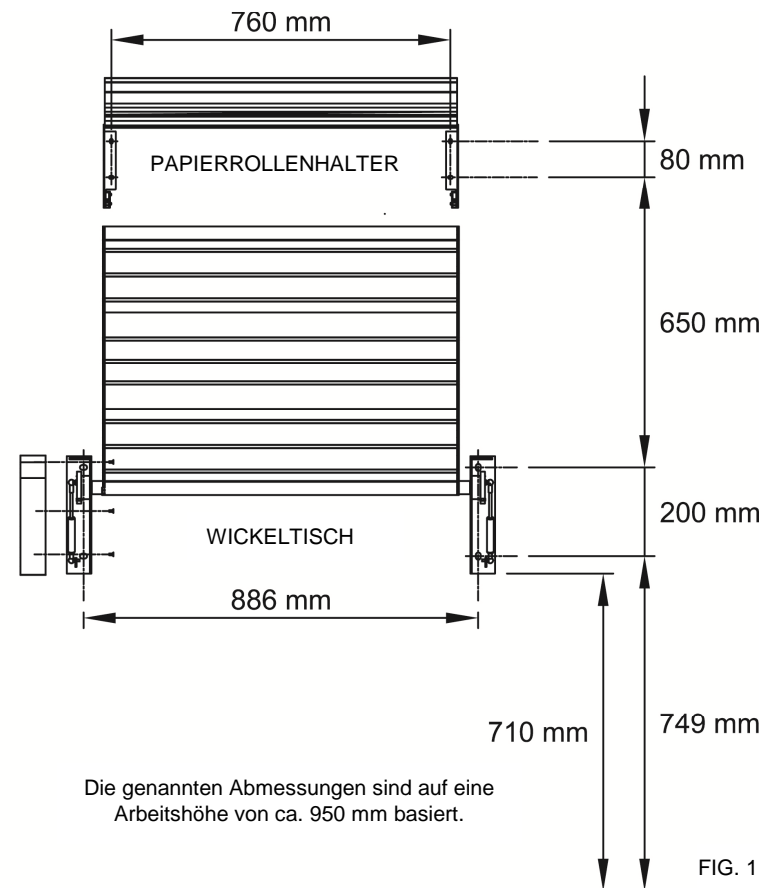

FIG. 1
Bitte überprüfen, welcher Wandbereich für die Platzierung optimal ist. Es ist zu berücksichtigen, dass der Wickeltisch in geöffneter Position eine Tiefe von 625 mm einnimmt. Der Höhenabstand vom Fußboden bis zur Unterkante der Montagebeschläge des Wickeltisches muss 750 mm betragen (sh. auch FIG 1). Natürlich sind auch eventuell vorhandene Türen/Türöffnungen, Waschbecken, Schränke etc. vor der Montage zu beachten.
Markieren Sie die Dübellöcher an der Wand, wie in FIG. 1 gezeigt und bohren Sie danach die Löcher. Die oberen Löcher müssen bei einer Steinwand in die Backsteine, nicht in Fugen, gebohrt werden.
- ❶ Markieren Sie die 4 Dübellöcher an der Wand, wie in FIG. 1 gezeigt. Bohren Sie danach die Löcher.
- ❷ Die Beschläge an der Wand mit 6 mm Bolzen und Dübel, passend für den Wandtyp, befestigen, wo der Papierhalter montiert werden soll.